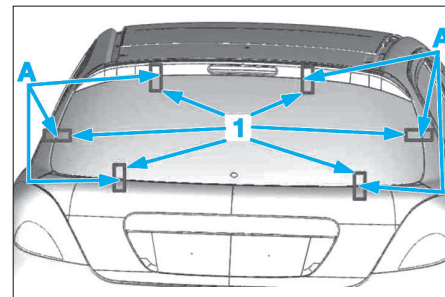

FIG. 29
- Apposer des bandes témoins (1) en A (Fig.29).